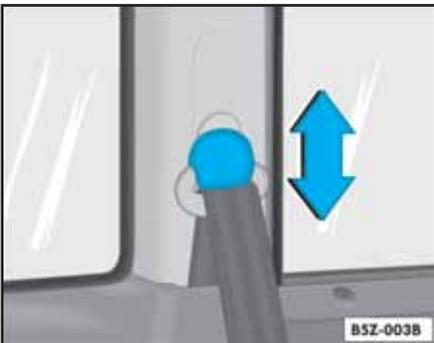

Fig. 22 Ubicación del regulador de altura del cinturón de seguridad
- Pulse el dispositivo para ajustar la altura ⇒ fig. 22.